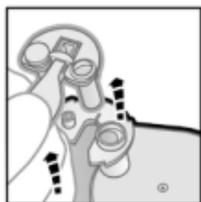

Fig. 1:
2. Pegue na lingueta entre o polegar e o dedo indicador enquanto segura no cartucho firmemente com a outra mão e retire completamente a tampa do cartucho. (Fig. 1)